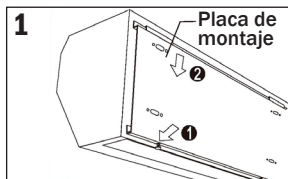

Figura 1
1. Retire el tornillo de fijación de la placa de montaje y luego retire la placa de montaje, como se muestra en la figura 1.